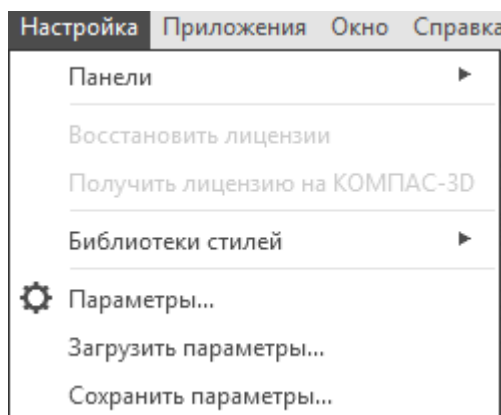

Рисунок 1.10
- Откройте вкладку **Новые документы**, щелчком мыши по ее заголовку (рисунок 1.10).